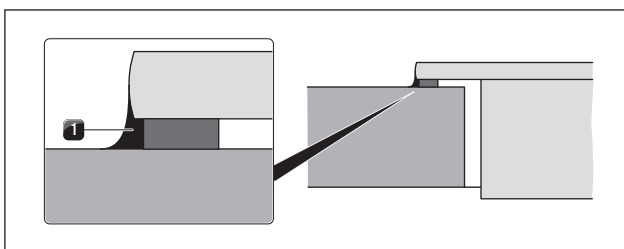

Fig. 4.46 Massa vedante de silicone na montagem por sobreposição
- ▶ Colar as etiquetas de identificação do conjunto de bicos injetores incluídas no âmbito de fornecimento no local adequado sobre as etiquetas de identificação do conjunto de bicos na parte inferior da placa de cozinhar (ver fig. 4.46) e na penúltima página do manual de instruções.